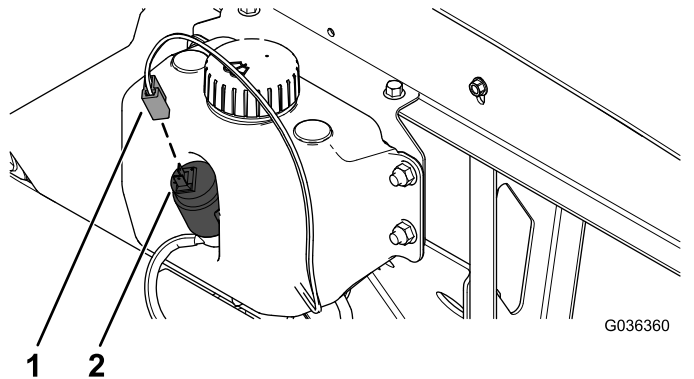

Figure 12
1. Placez le connecteur à 2 douilles du faisceau devant le connecteur à 2 lames de la pompe de lave-glace (Figure 12).
2. Poussez le connecteur du faisceau sur la pompe jusqu'à ce qu'il soit parfaitement engagé (Figure 12).